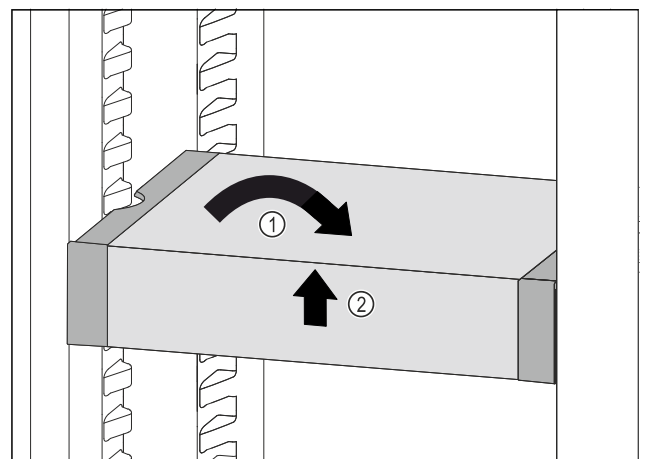

Fig. 130
- ▶ VarioSafe recht zetten. Fig. 130 (1)
- ▶ VarioSafe aan voorkant optillen. *Fig. 130 (2)*